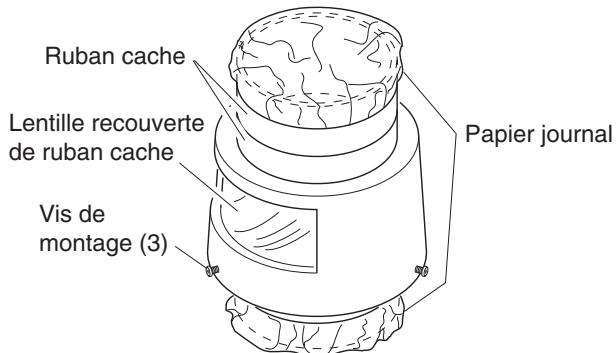

Figure 1 - Mise en place du ruban cache et du papier journal
1. Recouvrez les parties supérieures et inférieures du détecteur de mouvements de ruban cache et de papier journal pour éviter les éclaboussures (consultez la Figure 1).
2. Recouvrez la lentille de ruban cache (consultez la Figure 1).
3. Serrez les vis de montage (3) contre le détecteur, puis dévissez-le de deux tours complets.